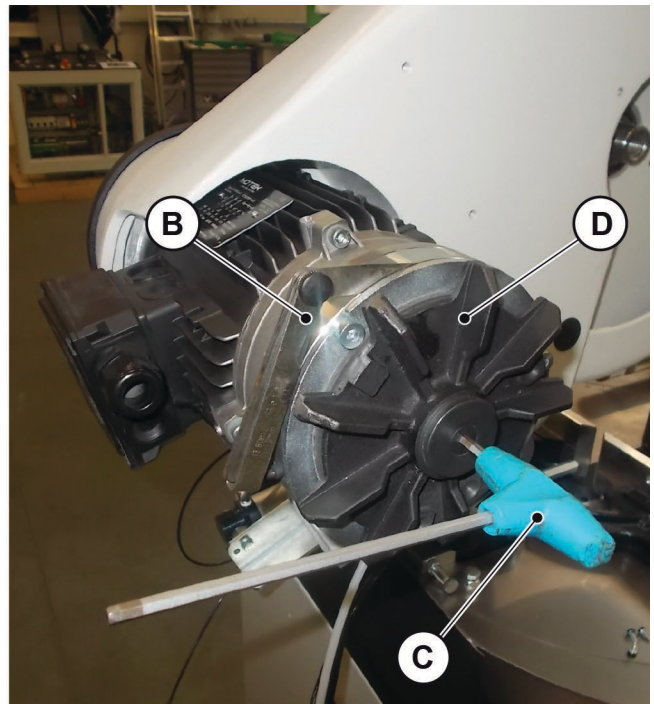

Fig. 09-05
- 2 Controlar con el espesímetro “B” (**Fig. 09-05**) que el valor de entrehierro esté comprendido entre 0,2 y 0,5 mm. Si el valor de entrehierro supera el límite máximo de 0,5 mm es necesario introducir la llave hexagonal “C” (**Fig. 09-05**) y girarla a derechas hasta obtener un valor comprendido entre los límites admitidos.
- Frecuencia anual o bien cada aprox. 40.000 ciclos de encendido/apagado disco: controlar el espesor del disco en el forro “D” (**Fig. 09-05**): si el consumo del material de fricción supera 1,5 mm respecto del espesor originario, que es de aprox. 3 mm, es necesario cambiar el freno motor. En este caso será necesario sustituir completamente el motor de frenado automático.